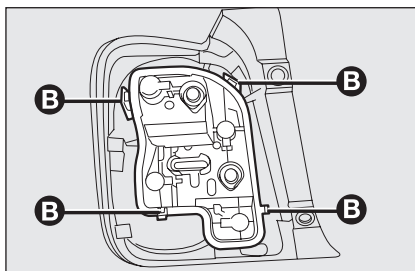

fig. 27
- extraire la douille de son logement en la libérant des ailettes de blocage **B-fig. 27**;